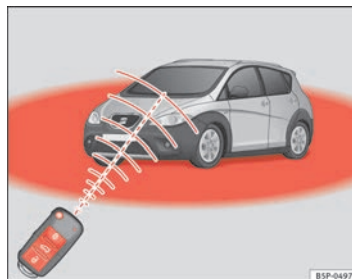

Abb. 64 Wirkungsbereich der Funk-Fernbedienung
- Die Funk-Fernbedienung funktioniert nur, wenn Sie sich im Wirkungsbereich befinden ⇒ Seite 103, Abb. 64 (roter Bereich).